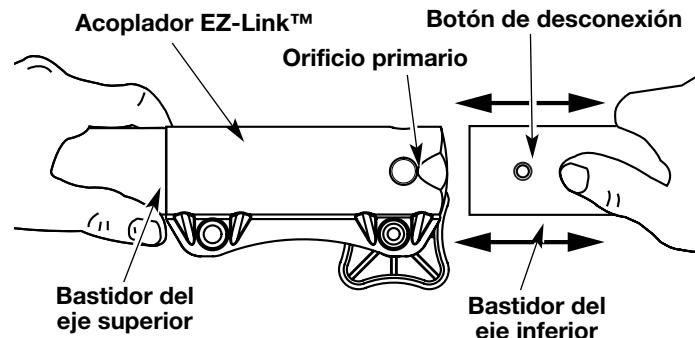

Fig. 23
2. Mientras sostiene el accesorio con firmeza, empújelo en línea recta en el acoplador EZ-Link™ (Fig. 23).